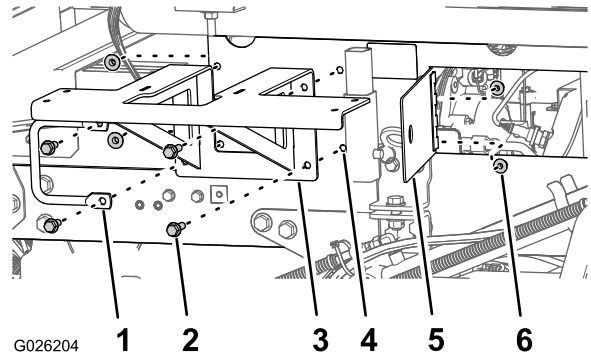

Figura 2
3. Allineate i fori nella manopola di sollevamento con i fori anteriori della staffa di montaggio del tracciafile schiumogeno (Figura 2).
4. Allineate i fori nella manopola di sollevamento e nella staffa di montaggio del tracciafile schiumogeno con i 2 fori anteriori della guida del telaio del serbatoio (Figura 2).
5. Fissate la manopola e la staffa di montaggio (Figura 2) con i 4 bulloni a testa flangiata (3/8 x 1-1/4 poll.) e 4 dadi di bloccaggio flangiati (3/8 poll.).
7. Chiudete la porta di accesso al motore (Figura 2).
2. Aprite la porta di accesso al motore nella guida del serbatoio sinistro (Figura 2).